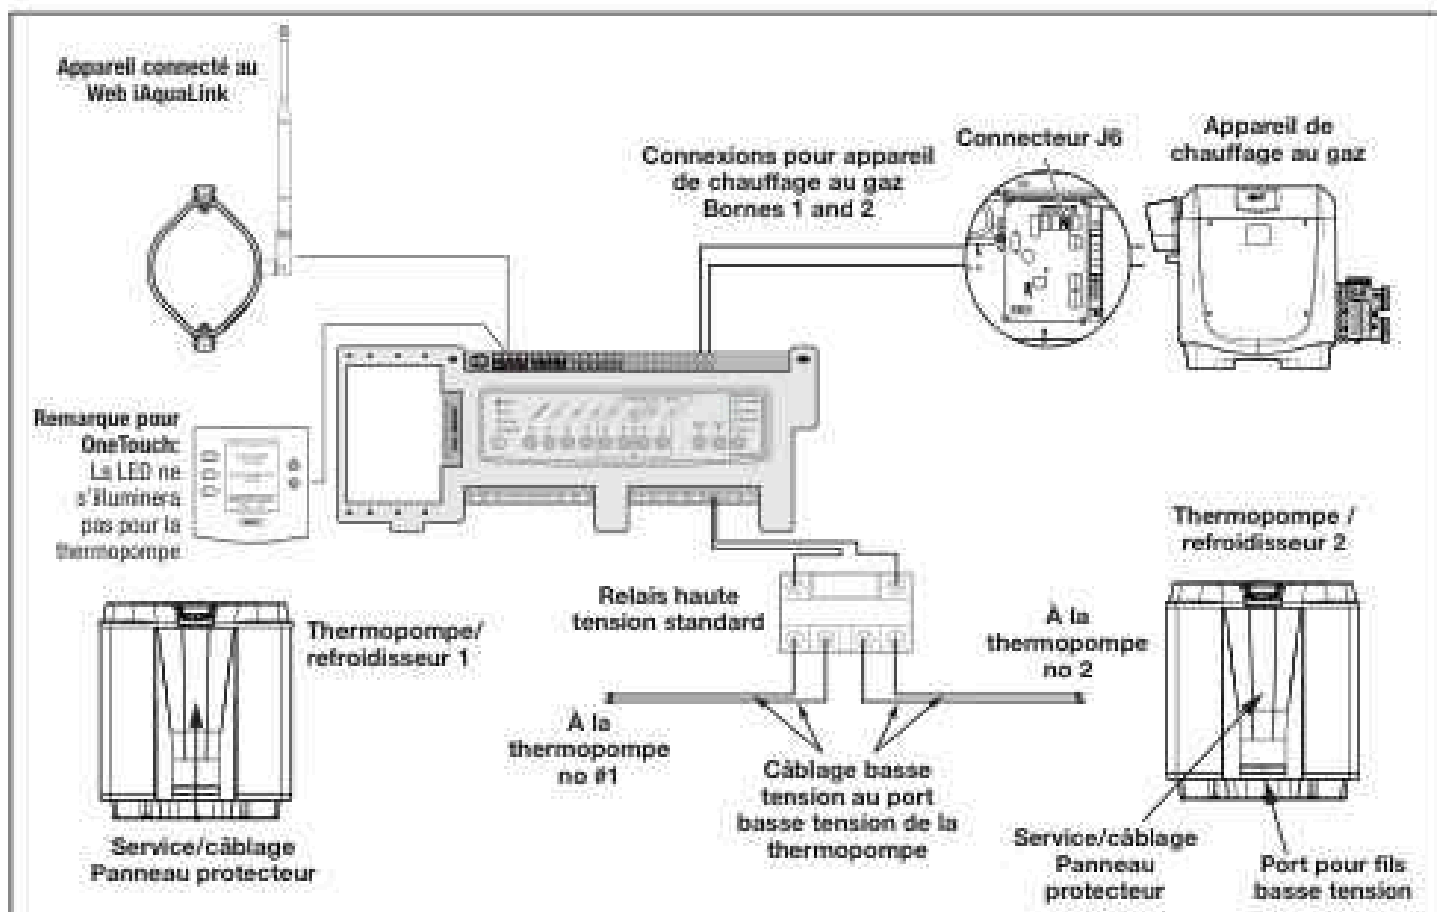

Figure 19. Câblage de l'appareil de chauffage et de la thermopompe/refroidisseur
2. Pour faire passer les fils depuis le panneau de commande de la thermopompe, retirez les cinq (5) vis qui fixent le panneau protecteur pour le service/câblage à la thermopompe. Voir la figure 19.